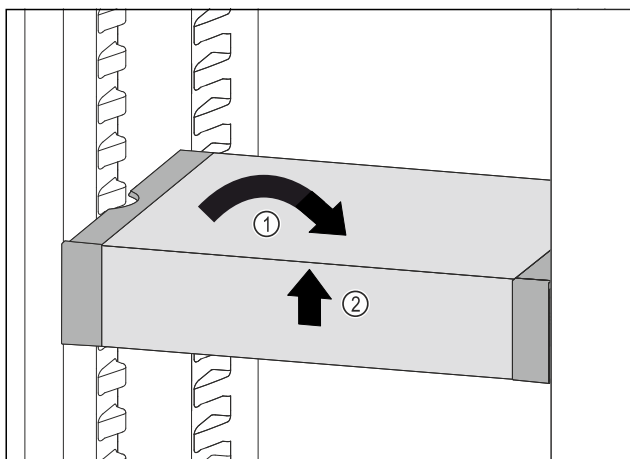

Fig. 111
- Collocare VarioSafe in maniera dritta. Fig. 111 (1)
- Sollevare VarioSafe dal lato anteriore. Fig. 111 (2)